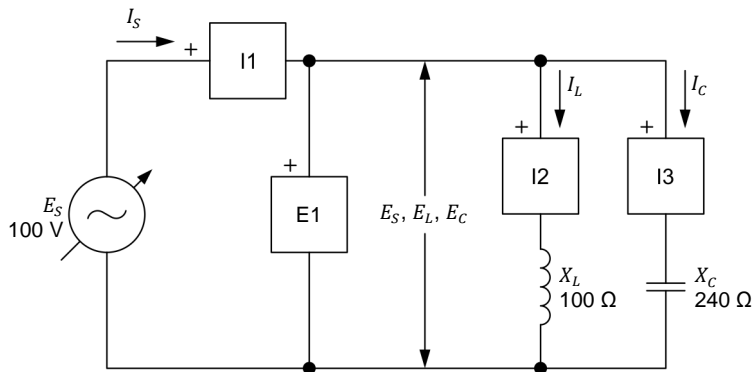

Figure 3-14. Circuit ca contenant une bobine et un condensateur, et installé pour mesurer la puissance réactive dans chaque composant.
8. Montez le circuit montré dans la figure 3-14.